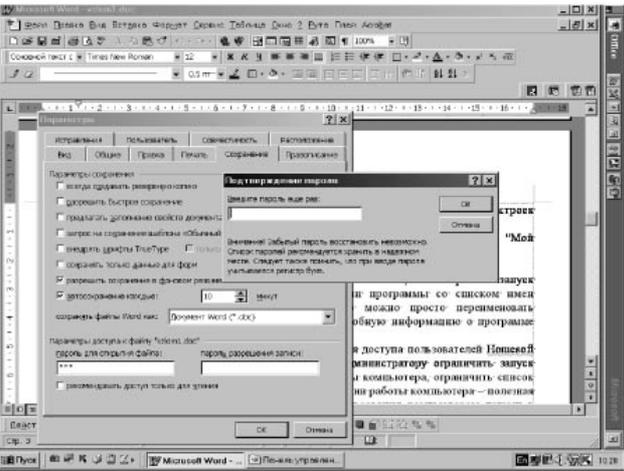

рис. 2
**Парольная защита в документах Microsoft.** В таких популярных приложениях MS, как Word 97, 2000, Excel 97, 2000, Access 97, 2000, предусмотрены свои процедуры парольной защиты. В MS Word, MS Excel можно задать пароль на открытие документов и пароль разрешения записи (во вкладке Сервис /Параметры/Сохранение - для Word (рис.2) и во вкладке Сервис/Защита - для Excel). В MS Access можно задать пароль на открытие базы данных.